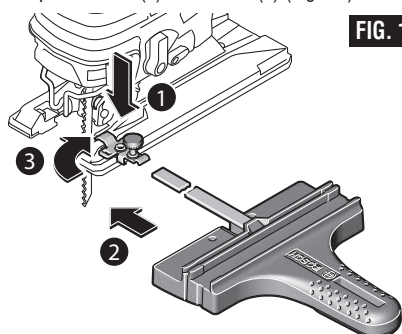

FIG. 13
3. Coloque el pomo o los pomos en el lado apropiado de la(s) abrazadera(s) y apriete firmemente el pomo o los pomos en la(s) abrazadera(s) (Fig. 13)
3. Apriete firmemente el pomo o los pomos de fijación en la(s) abrazadera(s) (Fig. 13)
8. Coloque el pomo o los pomos de fijación en el lado apropiado de la(s) abrazadera(s) y apriete firmemente el pomo o los pomos de fijación en la(s) abrazadera(s) (Fig. 13)